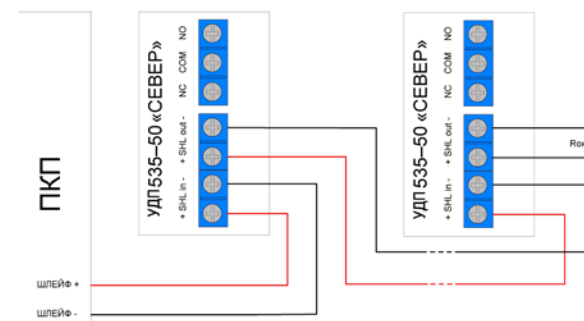

Рис.2. Схема подключения устройств в шлейф
- Подключите провода шлейфа через герметичные кабельные вводы к клеммам на плате устройства согласно схеме приведенной на Рис.2